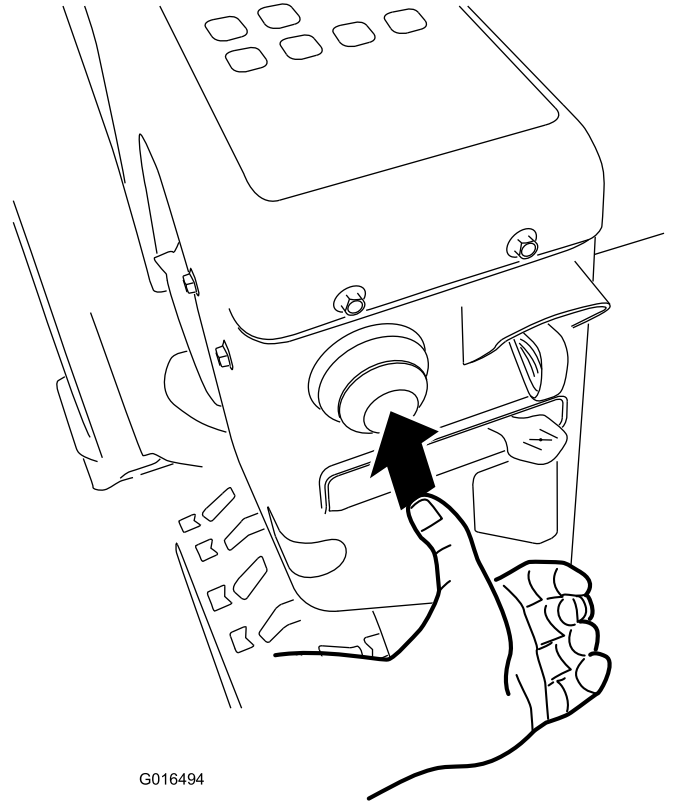

Bild 28
4. Drücken Sie die Kaltstarthilfe dreimal kräftig mit dem Daumen, siehe Tabelle unten, halten Sie die Kaltstarthilfe jeweils für eine Sekunde gedrückt (Bild 28).